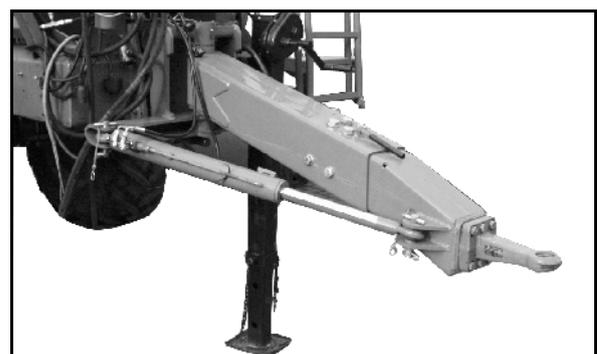

Fig. 25
- d'un timon suiveur Trail-Tron (Fig. 25)